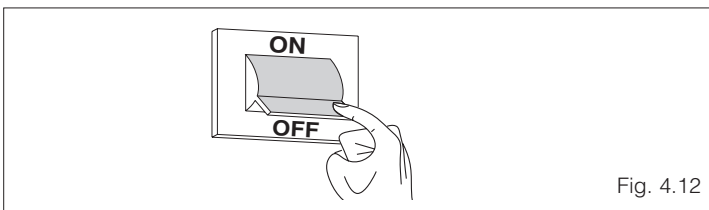

Fig. 4.12
- verificare l'arresto totale della caldaia posizionando l'interruttore generale dell'impianto su "spento" (fig. 4.12)